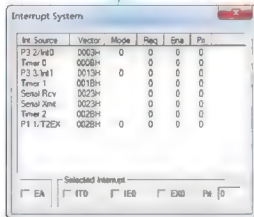

图 A-24 中断向量表窗口
(1) “Interrupt”：打开中断向量表窗口，在窗口里显示了所有的中断向量，如图 A-24 所示。对选定的中断向量可以用窗口下面的复选框进行设置。